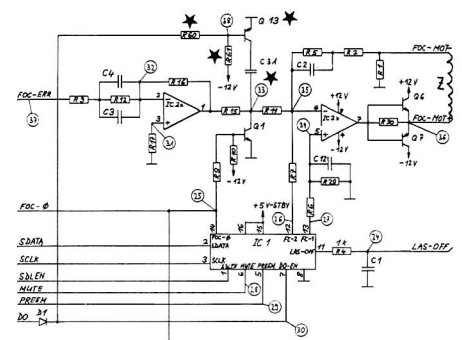

Fig. 3.3 \*Entfallen bei 1.769.315
- Der Umbau von 1.769.310 auf 1.769.315 wird generell empfohlen; zu diesem Zweck braucht lediglich der Kondensator C 31 ausgeloetet zu werden (Fig. 3.3).